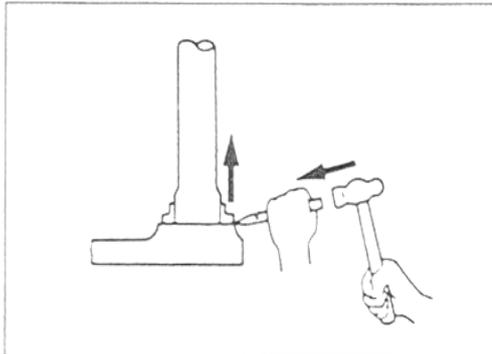

Bild 188
- Unteren Lauftring mit Hammer und Meißel vom Sitz treiben (Bild 188).